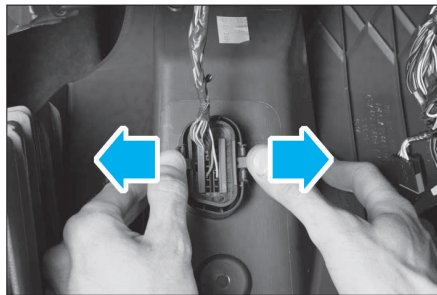

FIG. 5
- le connecteur de diagnostic (Fig.5).